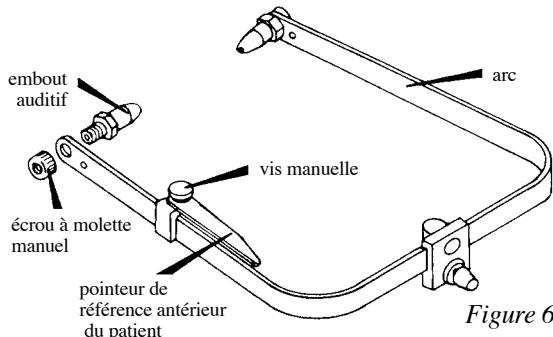

Figure 6
1. Attachez les embouts auditifs à l'arc en vissant manuellement les écrous à molette (voir figure 6). L'arc flexible HANAU™ ne nécessite pas l'usage de clés à molette.